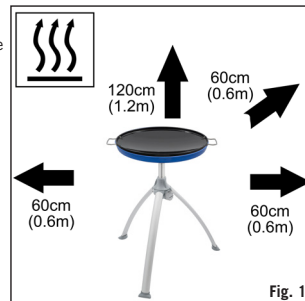

Fig. 1
- Non ricoprire o cambiare le prese d'aria della casseruola di cottura (F) sul piatto di base, poiché ciò finirà per influenzare il flusso d'aria verso le prese d'aria del gambo, situate all'interno dell'alloggiamento del treppiedi (J). Ciò, a sua volta, inciderà sulla funzionalità del prodotto, comportando il rischio di una fiamma instabile. Assicuratevi che il dispositivo sia usato a distanza da materiali infiammabili. Le distanze minime di sicurezza sono:
- Sopra il dispositivo 1,2 m. Dietro e sui lati 600 mm. (v. Fig.1)
- In caso di ritorno di fiamma (quando la fiamma brucia all'indietro, propagando il fuoco all'interno del fornello o del tubo di Venturi), spegnete immediatamente l'alimentatore del gas chiudendo innanzitutto la valvola di controllo sulla bombola di gas, e poi la valvola del dispositivo (M). Dopo che la fiamma si è spenta, togliete l'erogatore e controllate le condizioni della chiusura; nel dubbio, sostituite la chiusura. Riaccendete il dispositivo come illustrato nella Sezione 7, a seguire. Qualora la fiamma dovesse continuare a propagarsi all'indietro, riportate il prodotto al vostro agente autorizzato CADAC per le riparazioni.